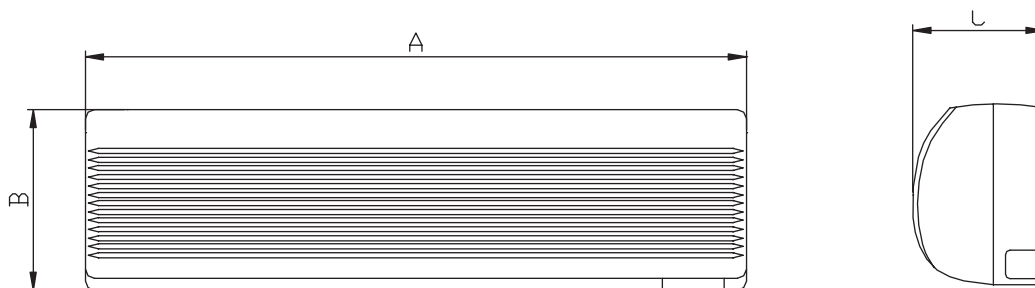

Рис. 9.3
9.2.1 Габаритные и установочные размеры внутренних блоков настенного типа (рис. 9.3 и табл. 9.1).